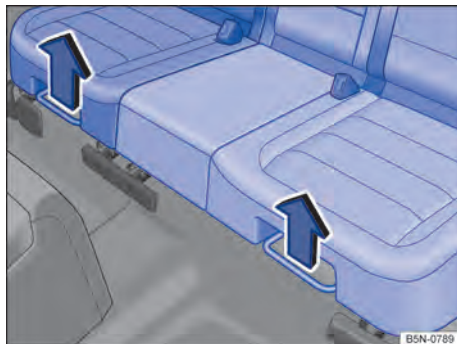

Fig. 92 Debajo de la banqueta del asiento trasero: palanca de ajuste.
- Tire de la palanca derecha o izquierda hacia arriba, en el sentido de la flecha → fig. 92, y desplace la parte correspondiente del asiento longitudinalmente hacia delante o atrás.